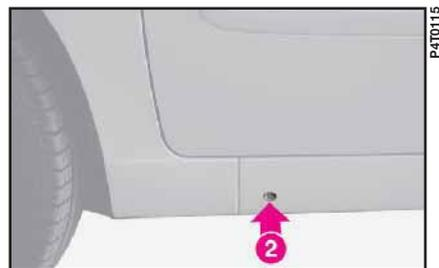

fig. 8
- position **2** (fig. 8) pour remplacer une roue arrière.